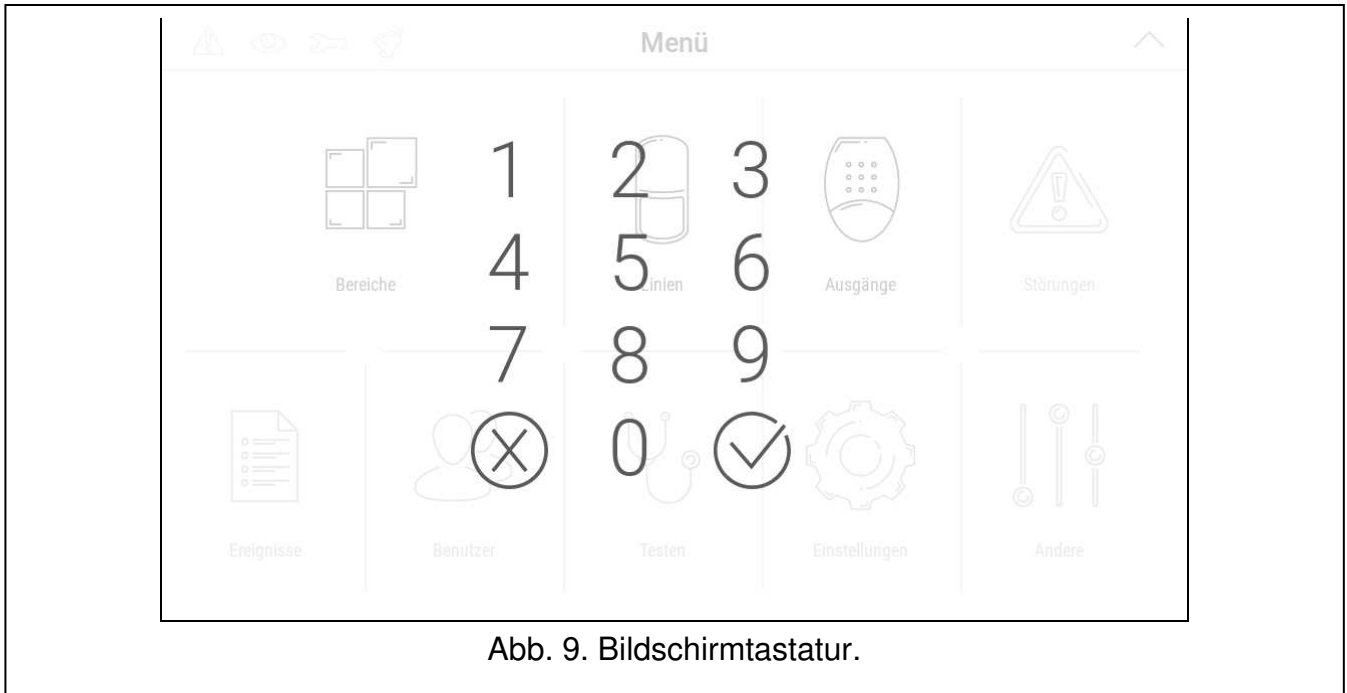

Abb. 9. Bildschirmtastatur.
2. Wischen Sie den Bildschirm nach oben. Es wird die Tastatur angezeigt (Abb. 9).